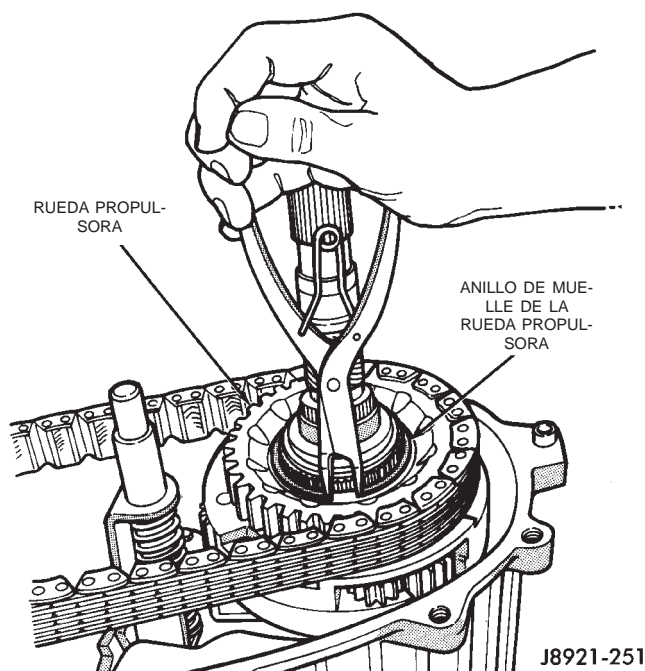

Fig. 84 Instalación del anillo de muelle de la rueda propulsora
(4) Instale el anillo de muelle de la rueda propulsora (Fig. 84).